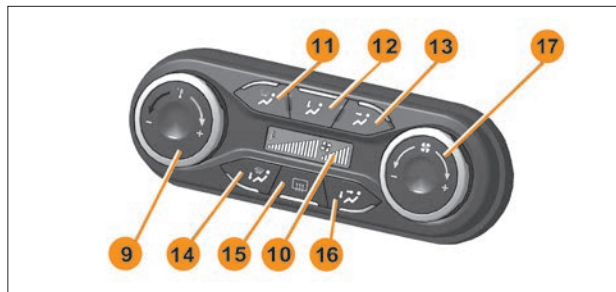

Рис. 4. Блок управления системой вентиляции и отопления
- 9** – левый поворотный переключатель (управление температурой подаваемого воздуха), см. рис. 4, 5, 6. Поворот вправо – теплее, влево – прохладнее. Поворот рукоятки сопровождается тактильно ощущаемыми щелчками, без ограничения угла поворота рукоятки;
Поворот соответствующих рукояток **9** и **17** против часовой стрелки от положения, соответствующего максимуму заданной температуры и скорости вентилятора, приводит к уменьшению соответственно задаваемой температуры воздуха в салоне и скорости вентилятора, что сопровождается поочередным деактивированием уменьшающихся вертикальных «столбиков» соответственно в правой и левой зоне информационного табло; **11** – кнопочный переключатель режима обогрева (обдува) ветрового и боковых стекол (рис. 4, 5);
12 – кнопочный переключатель режима обогрева ног (рис. 4, 5);